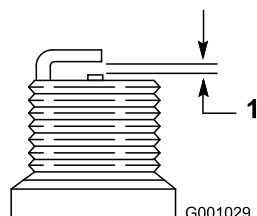

Bild 46
4. Stellen Sie den Abstand der Elektroden an der neuen Zündkerze auf 0,76 mm (Bild 46).